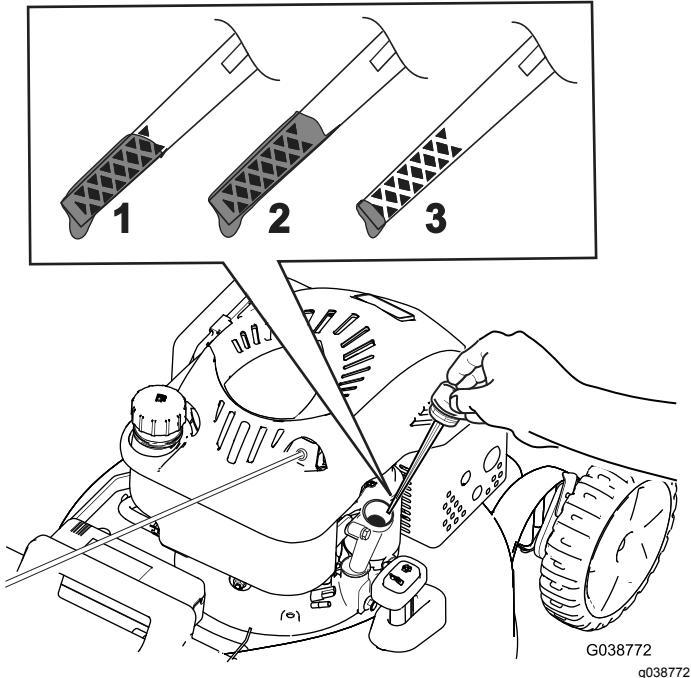

Bild 11
2. Entfernen Sie den Peilstab, indem Sie den Deckel nach links drehen und herausziehen (Bild 11).
5. Lesen Sie den Ölstand am Peilstab ab. (Bild 11)
- Wenn der Ölstand am Peilstab zu niedrig ist (Bild 11), füllen Sie langsam etwas waschaktives Öl (SAE 30 oder SAE 10W-30)
- Wenn der Ölstand am Peilstab zu hoch ist (Bild 11), lassen Sie Öl ab, bis der Ölstand am Peilstab richtig ist, siehe Wechseln des Motoröls \(Seite 18\).